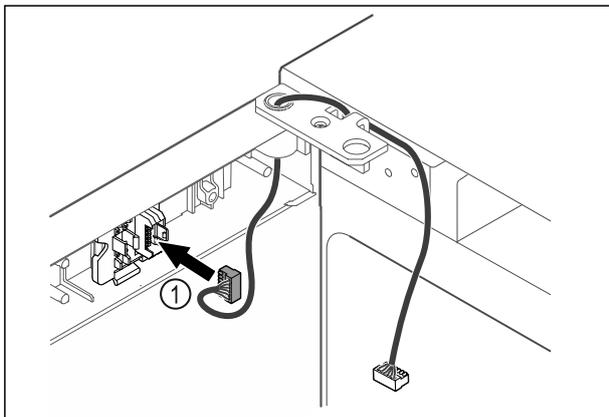

Fig. 59
- ▶ Enchufar el conector Fig. 59 (1) en su soporte.